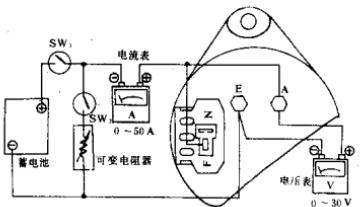

图1-26 发电机输出功率测试
① 用可变电阻器、蓄电池、电流表、电压表等组成输出电流测试电路，如图1-26所示。
② 闭合开关SW1，使发电机旋转，当发电机的转速达到800转/分时，把可变电阻器的阻值调到最大，闭合开关SW2。
③ 调整电压值，一边使电压保持恒定的14伏，一边增加转速，测量转速为2500转/分和5000转/分时的电流。